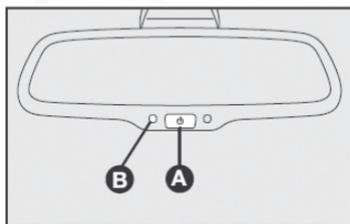

fig. 15
**ESPEJO RETROVISOR INTERNO ELECTROCRÓMICO - fig. 15**
Con el dispositivo conectado, el led verde B-fig. 15 permanece encendido, indicando tal estado. Presionándose el botón A-fig. 15 con el dispositivo conectado, el led B-fig. 15 se apaga, indicando que el sistema dejó de funcionar en el modo automático.